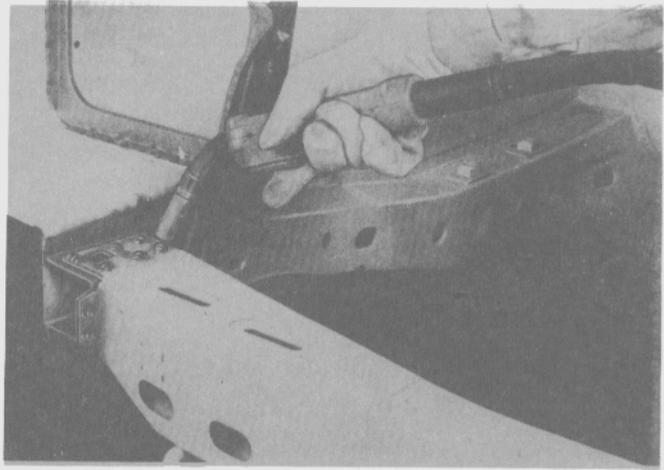

Fig. 125
- Soldar por pudelado los travesaños a los largueros (Figs. 125 y 126).